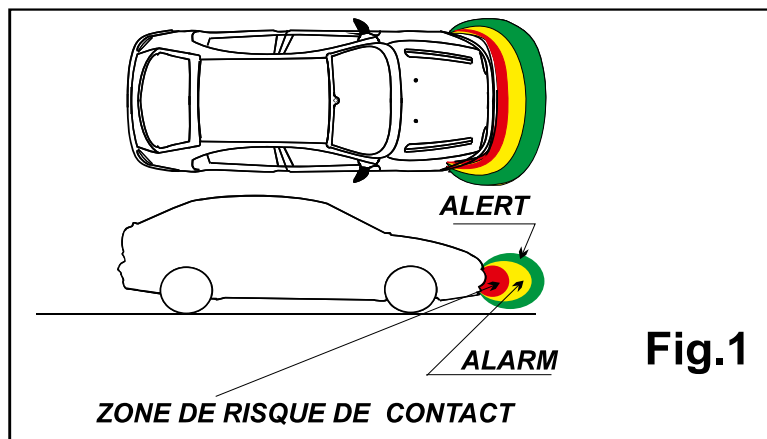

Fig.1
L'activation de l'appareil est obtenue en appuyant sur le bouton d'activation et confirmé par un signal de "OK". Une fois activé, le EPS-FRONT 4.0 génère autour du pare-chocs, sur lequel est installé, une zone de protection (fig.1).
-- Les distances indiquées varient en fonction de la taille de l'obstacle et correspondent à la zone centrale du pare-chocs tandis que sur les bords latéraux la distance est moindre (Fig. 1).
REMARQUE: En présence de pluie ou d'humidité élevé, le système réduit automatiquement sa sensibilité afin d'éliminer une partie des fausses alarmes qui pourraient être données par le mouvement de l'eau sur le pare-chocs. Dans cette situation la zone d'alarme pourrait être supprimée restant seul le signal de risque de contact (**Fig. 1**).